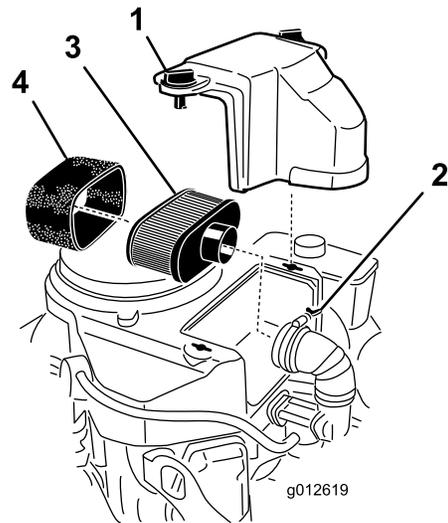

Figura 30
3. Limpie el área alrededor del limpiador de aire de forma que la suciedad no penetre en el motor y cause daños (Figura 30).
4. Desenrosque los pomos de la tapa y retire la tapa del limpiador de aire (Figura 30).
5. Desenrosque la abrazadera y retire el conjunto del limpiador de aire (Figura 30).
6. Retire cuidadosamente el filtro de gomaespuma del filtro de papel (Figura 30).
Importante: No limpie el filtro de papel, cámbielo (Figura 30).
1. Deslice cuidadosamente el elemento de gomaespuma sobre el elemento de papel del limpiador de aire (Figura 30).
- Coloque el conjunto del limpiador de aire sobre la base del limpiador de aire y fíjelo con 2 tuercas de orejeta (Figura 30).
- Coloque en su posición la cubierta del limpiador de aire y apriete el pomo de la cubierta (Figura 30).